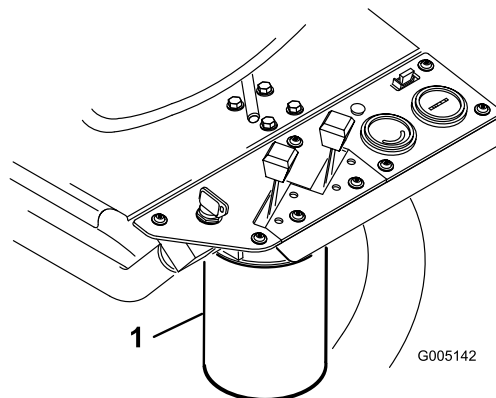

図 48
2. フィルタ容器の周辺をウェスできれいにぬぐう（図 48）。フィルタの下に廃油受けを置いてフィルタを外す。